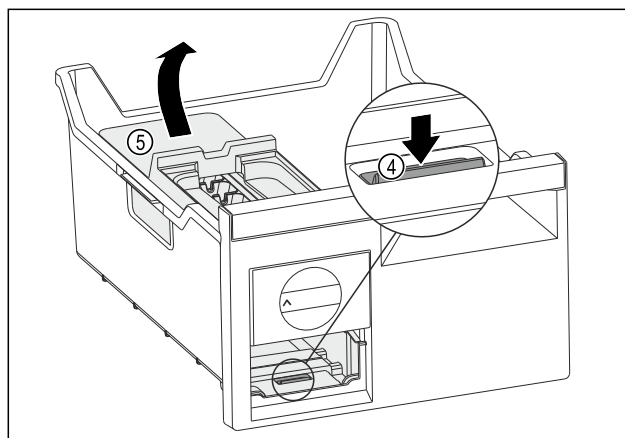

Fig. 121
- Estrarre il corpo dell'EasyTwist-Ice: Con un dito spingere la linguetta Fig. 121 (4) verso il basso e allo stesso tempo, con l'altra mano, sollevare il corpo dell' EasyTwist-Ice Fig. 121 (5) da dietro.